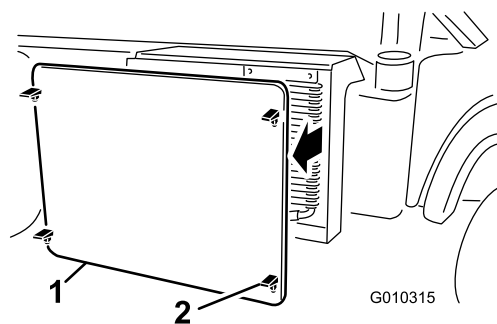

Figure 52
5. Déverrouillez et déposez l'écran à l'avant du radiateur (Figure 52).